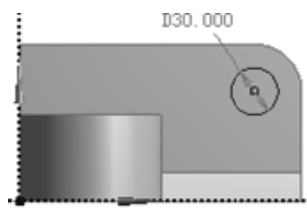

图 3.3.22 截面草图 Sketch4
(1) 绘制 Sketch4。在“草图绘制”工具条中的 **XYPlane** 下拉列表中选择 **XYPlane** 平面为草图平面，单击“New Sketch”按钮 ，绘制图 3.3.22 所示的截面草图。